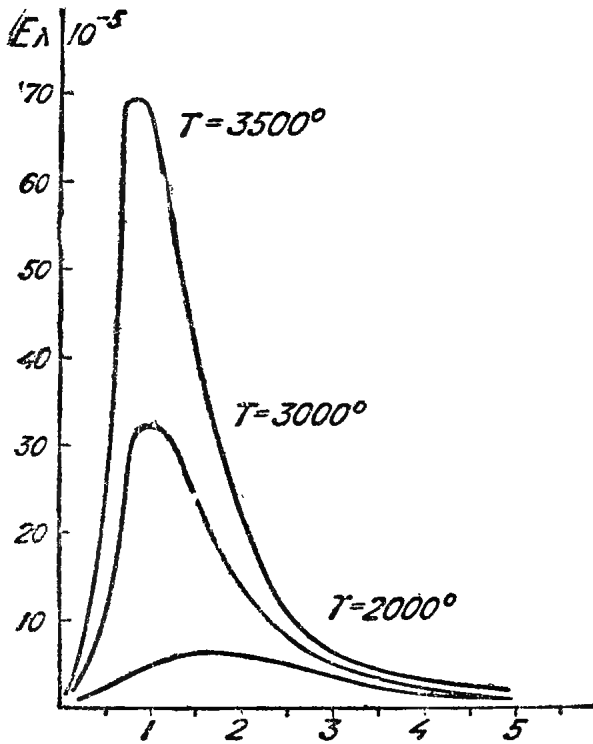

Рис. 3
Обратим внимание (рис. 3, 4) на то, что обычная пустотная лампа накаливания имеет рабочую температуру вольфрамовой нити около 2 200°, что соответствует $\lambda_{\max} = 1,3$ микрона, а нить газополной киноламп имеет температуру нити около 3 000°, что дает $\lambda_{\max} = 0,96 \mu$ (микрона); но подобное повышение температуры влечет за собой, как мы увидим, не только увеличение максимальной, но и увеличение полной лучеиспускательной способности.
Рис. 3 и формула (2) дают нам возможность не только судить о характере распределения энергии накаливающегося тела, мы можем рассчитать также все количество энергии, которая при данной температуре соответствует всем излучаемым длинам волн. Для этого нужно знать площадь, ограниченную любой из кривых на рис. 3.